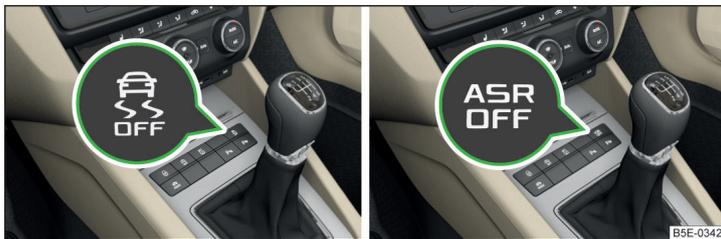

Abb. 137 Systemtaste: Fahrzeug mit ESC / Fahrzeug ohne ESC
➤ Durch langes Drücken der Symboltaste  für die Aktivierung und kurzes Drücken der Taste für die Deaktivierung » *Abb. 137 auf Seite 146.*
- Durch kurzes Drücken der Symboltaste  » Abb. 137.